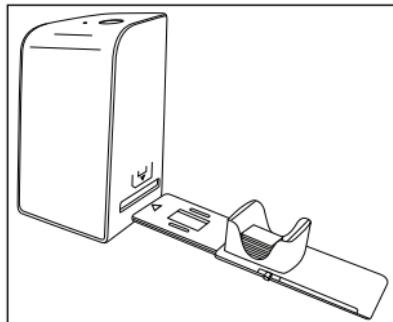

Figura 2
- ◆ Inserire le diapositive dal lato corretto nel vano apposito del caricatore per diapositive ❶. Il caricatore può alloggiare da 10 a 12 diapositive circa (a seconda delle dimensioni).
- ◆ Inserire innanzitutto il caricatore per diapositive ❶ con l'oblò nello slot ❷ a destra. Verificare che il triangolo sia rivolto in avanti e visibile (vedere figura 2).